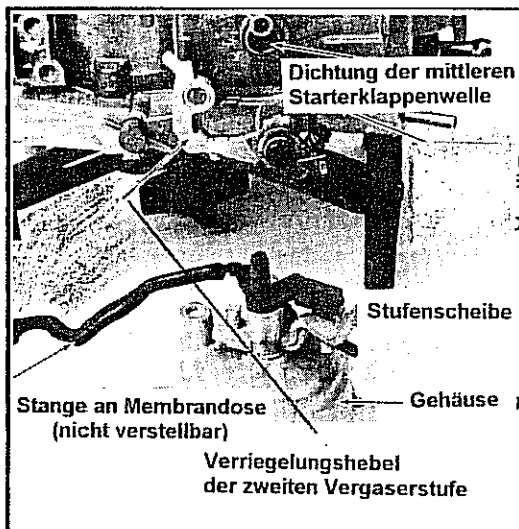

Abb. 2-101 Startautomatik, Montage-
Starterklappenwelle entfernen. Die Welle aus dem Gehäuse durch Ziehen nach außen entfernen. Die Stufenscheibe kann nun von der mittleren Starterklappenwelle entfernt werden. Siehe Abb. 2-101.
- Verriegelungshebel für zweite Vergaserstufe am Ansatz des Schwimmerkammergehäuses mit Aufnahme der Öffnung am Stellhebel nach innen zeigend montieren. Siehe Abb. 2-101.